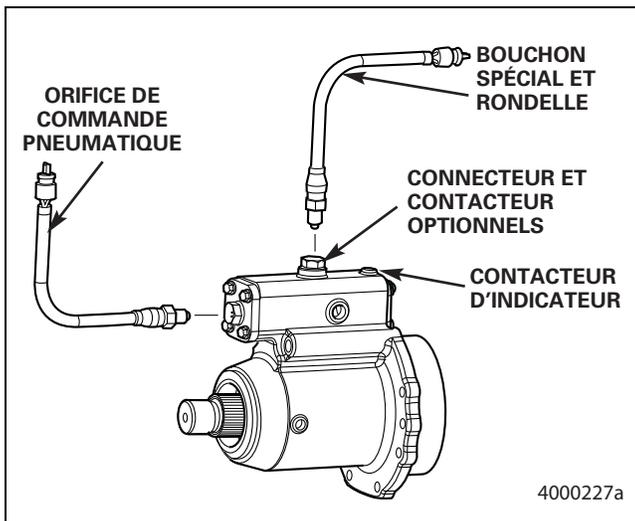

Figure 7.13
9. Installer le contacteur d'indicateur. Serrer le contacteur au couple de 25 à 30 lb-pi (34 à 40 N•m). Figure 7.13. **ⓘ**
- **Si un contacteur n'est pas utilisé :** poser le bouchon spécial et la rondelle utilisés pour obturer l'orifice d'accès. Serrer le bouchon au couple de 25 à 30 lb-pi (34 à 40 N•m). Figure 7.13. **ⓘ**